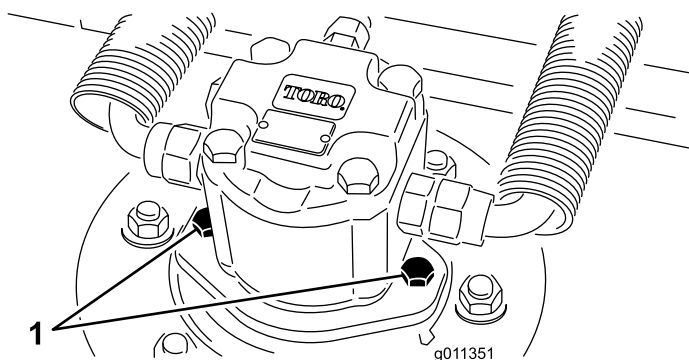

Figure 79
2. Débranchez et déposez le moteur hydraulique du tablier de coupe (Figure 79). Couvrez le dessus de l'axe pour éviter toute contamination.
4. Montez le moteur hydraulique sur le tablier de coupe (Figure 79). Vérifiez que le joint torique est en place et en bon état.